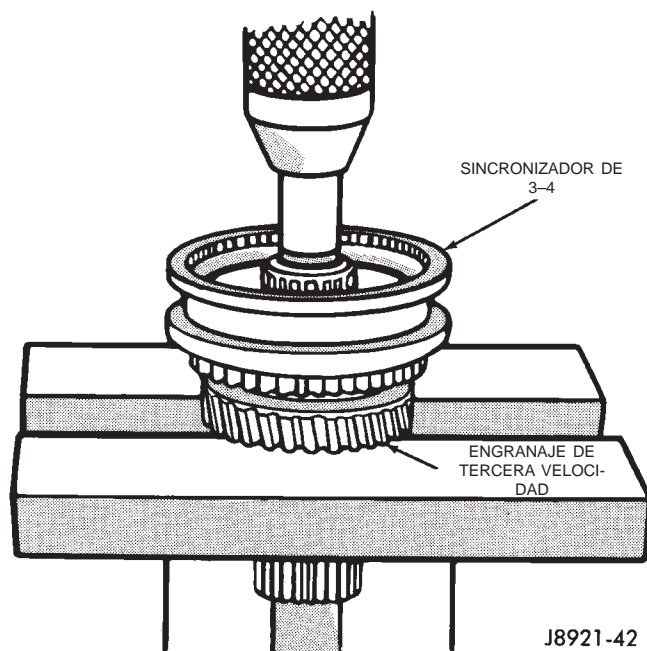

Fig. 107 Desmontaje del sincronizador 3-4 y el engranaje de tercera velocidad
(11) Utilice el hendedor de cojinetes P-334 o platos de presión adecuados emplazados debajo del engranaje de tercera velocidad para extraer a presión del eje transmisor el sincronizador 3-4 y el engranaje de tercera velocidad (Fig. 107).